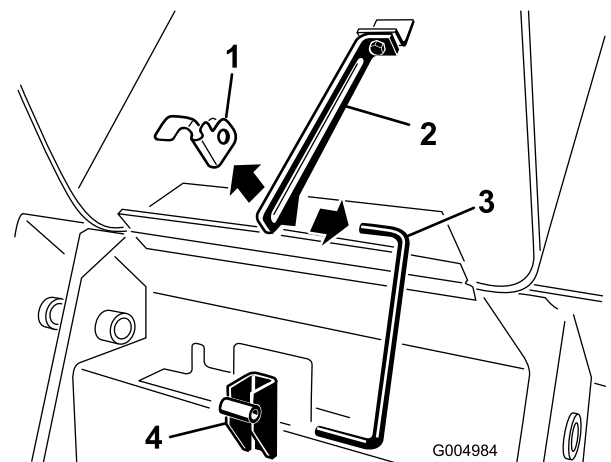

Figura 42
3. Retire el pasador de horquilla del extremo inferior de la varilla de soporte del capó y retire la varilla de los soportes de retención y de la pestaña (Figura 42).
7. Instale la varilla en los soportes de retención y la pestaña, y fíjela con el pasador de horquilla (Figura 42).